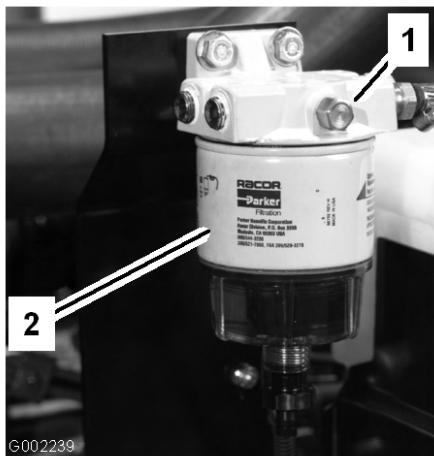

Figure 42
3. Ouvrez le bouchon d'aération sur le séparateur d'eau/de carburant (Figure 42).